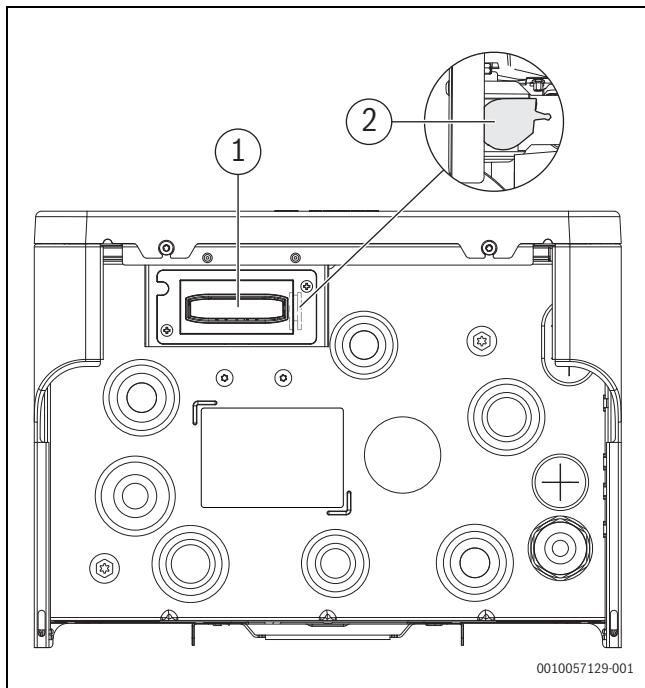

Bild 14 Connect-Key platzieren
1. Hebel ausklappen (\rightarrow [2], Abbildung 14).
2. Modul in den Halter einsetzen (→[1], Abbildung 14).